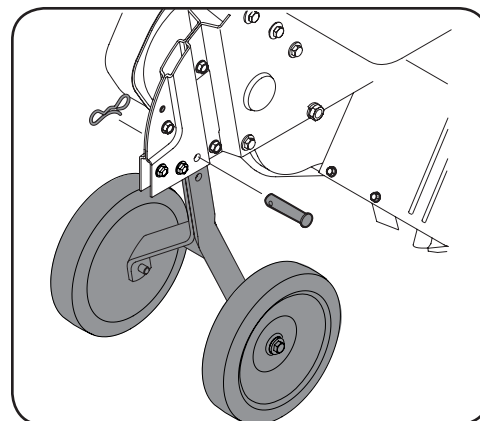

Figura 3-3
- Retire el restante horquilla pin y la chaveta de la bolsa manual, instalar el conjunto de la rueda en el soporte de caja de la cadena, como se muestra en la Figura 3-3.